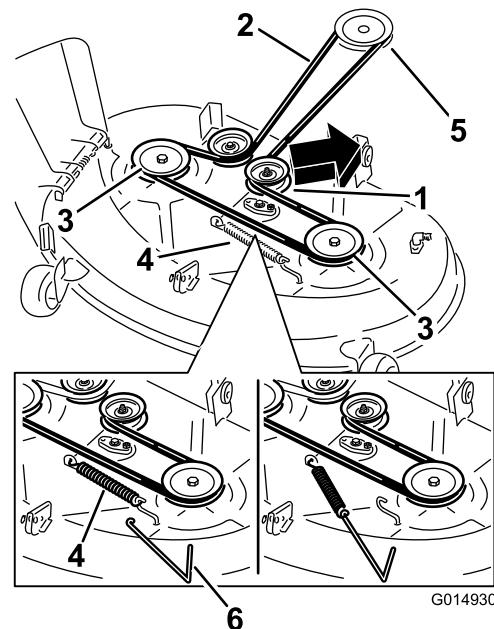

Figure 67
5. À l'aide d'un outil de dépose de ressort (réf. Toro 92-5771), décrochez le ressort du crochet sur le tablier pour détendre la poulie de tension et déchaussez la courroie des poulies (Figure 66 et Figure 67).
6. Acheminez la courroie neuve autour de la poulie du moteur et des poulies du tablier de coupe (Figure 66 et Figure 67).
7. À l'aide d'un outil de dépose de ressort (réf. Toro 92-5771), accrochez le ressort au crochet situé sur le tablier, puis exercez une tension sur la poulie de tension et la courroie du tablier de coupe (Figure 66 et Figure 67).